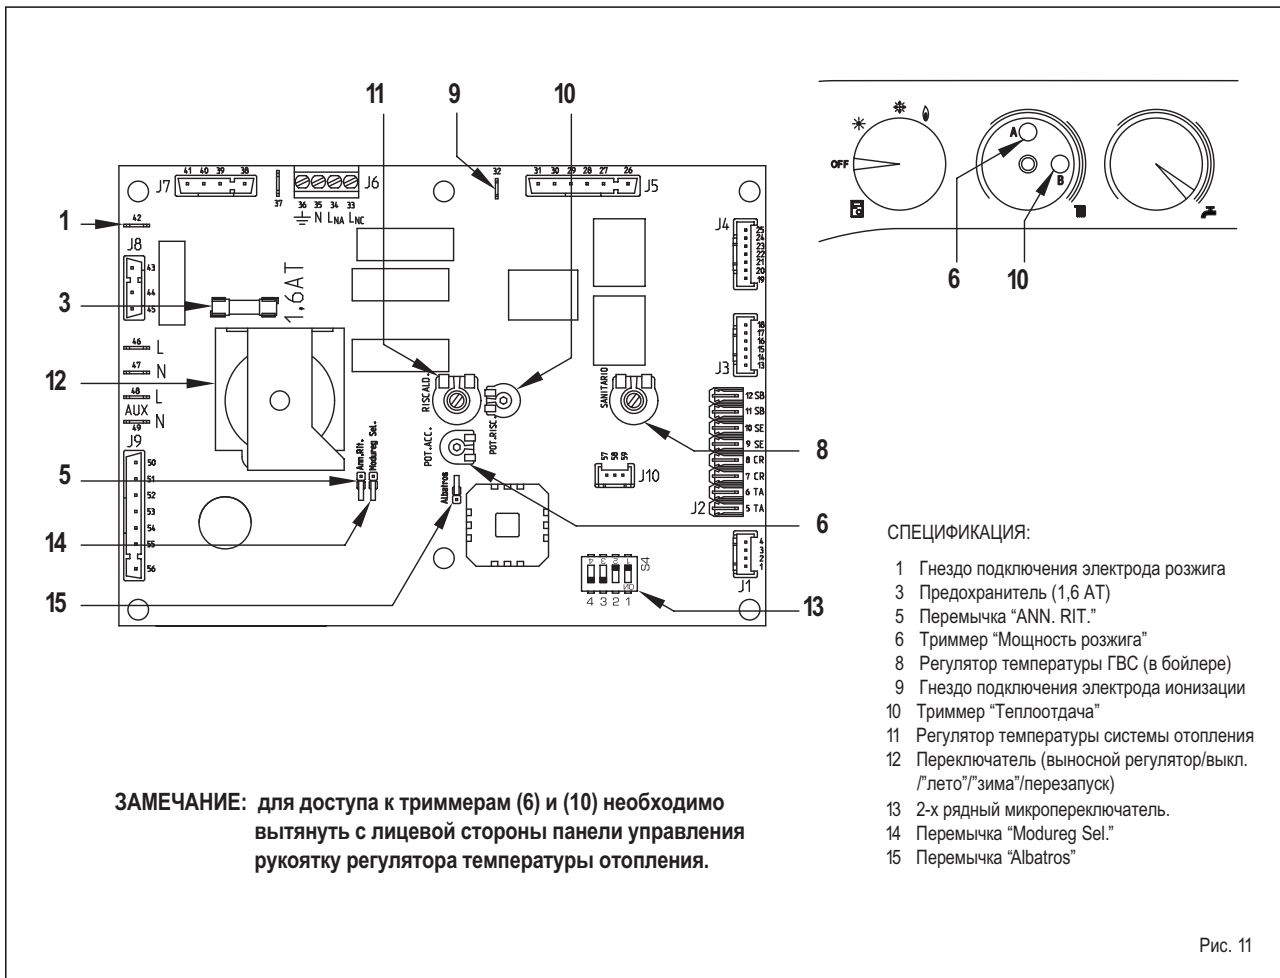

Рис. 11
- Триммер “ТЕПЛОТДАЧА” (10, рис. 11) Настройка максимальной теплоотдачи котла.
- Триммер “МОЩНОСТЬ РОЗЖИГА” (6, рис. 11)
- Перемычка “ANN. RIT.” (5, рис. 11)
- Двухрядный микропереключатель (13, рис. 11)
- Перемычка “Modureg Sel.” (14, рис. 11) Перемычка всегда должна замыкать оба контакта.
- Перемычка “Albatros” (15, рис. 11) Перемычка всегда должна быть разомкнута. Замыкается она только в случае каскадной установки нескольких котлов.
Если есть необходимость настроить теплоотдачу котла на отличную от заводских 58 кВт, используйте для этого триммер теплоотдачи (10 рис. 11) и отвертку. Для увеличения теплоотдачи вращайте